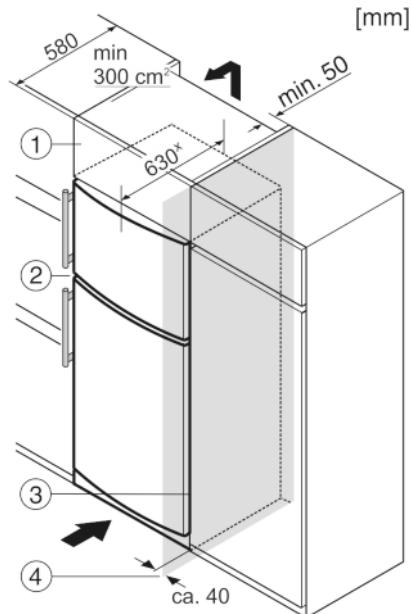

Fig. 7
Устройство может быть окружено кухонными шкафами. Чтобы уравнять устройство Fig. 7 (2) по высоте с кухонной стенкой, можно установить над устройством дополнительный шкафчик Fig. 7 (1).
При комбинировании с кухонными шкафами (глубина макс. 580 мм) устройство можно установить непосредственно рядом с кухонным шкафом Fig. 7 (3). Устройство выступает сбоку на 34 мм^x и по центру на 50 мм^x относительно передней стенки кухонного шкафа.
Если устройство установлено на шарнирах у стены Fig. 7 (4), то расстояние между устройством и стеной должно быть не менее 40 мм. Настолько выступает ручка при открытой дверце.